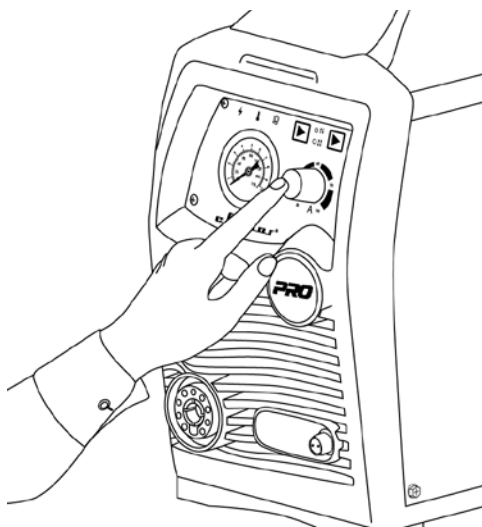

Рис. 8.13. Установка тока реза.
4. Выставьте необходимые параметры резки (См. рис. 8.13). Ток реза выбирается в зависимости от толщины разрезаемого металла (См. таблицу 9.1).